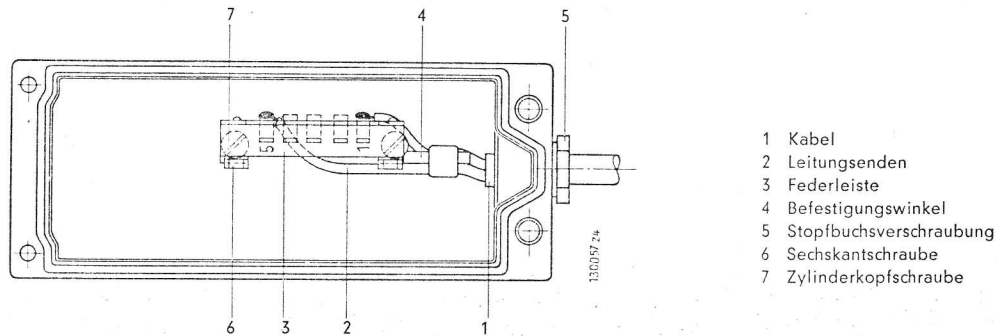

Fig. 4 Hochfrequenz-Wechsellichtschanke HFL-102, Anschließen der Zuleitung im Gehäuseoberteil
Kabelanschluß in Sender bzw. Empfänger nach Fig. 4 herstellen. Dazu Kabel (1) kurz hinter der Einführung abmanteln, Leitungsenden (2) ohne Schleifen zur Federleiste (3) führen, anlöten und am Steg (4) des Befestigungswinkels abbinden.